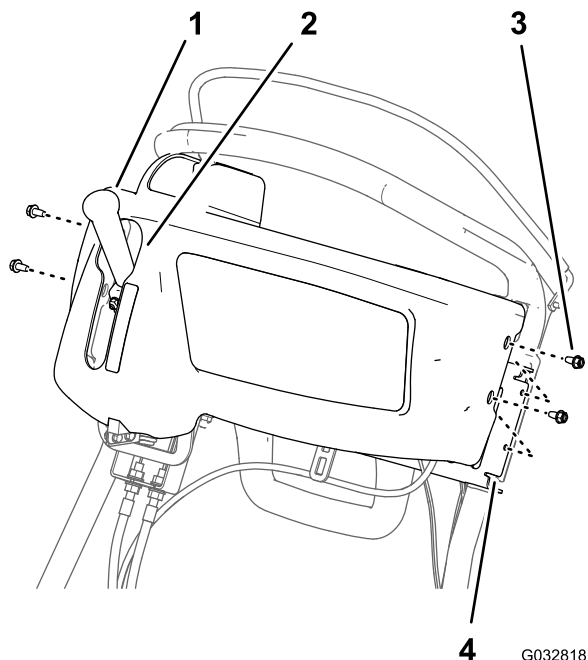

图19
1. 将控制面板护罩上的锁孔槽在牵引和滚刀驱动接合杆上对准（图19）。
2. 将控制面板护罩一侧内的孔与手柄杆支架上的孔对准（图19）。